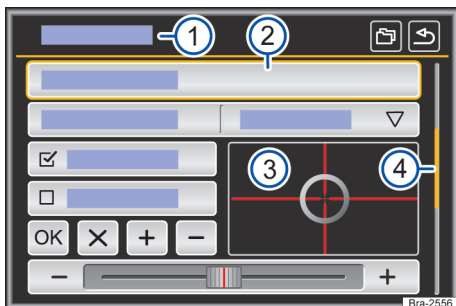

Fig. 110 Representación esquemática: cuadro general de los posibles botones de función en el display.
El equipo está equipado con touchscreen (pantalla táctil) → fig. 110 ③.
Los botones de función inician funciones o abren otros submenús. En submenús se indica, en la línea del título, el menú actualmente seleccionado → fig. 110 ①.